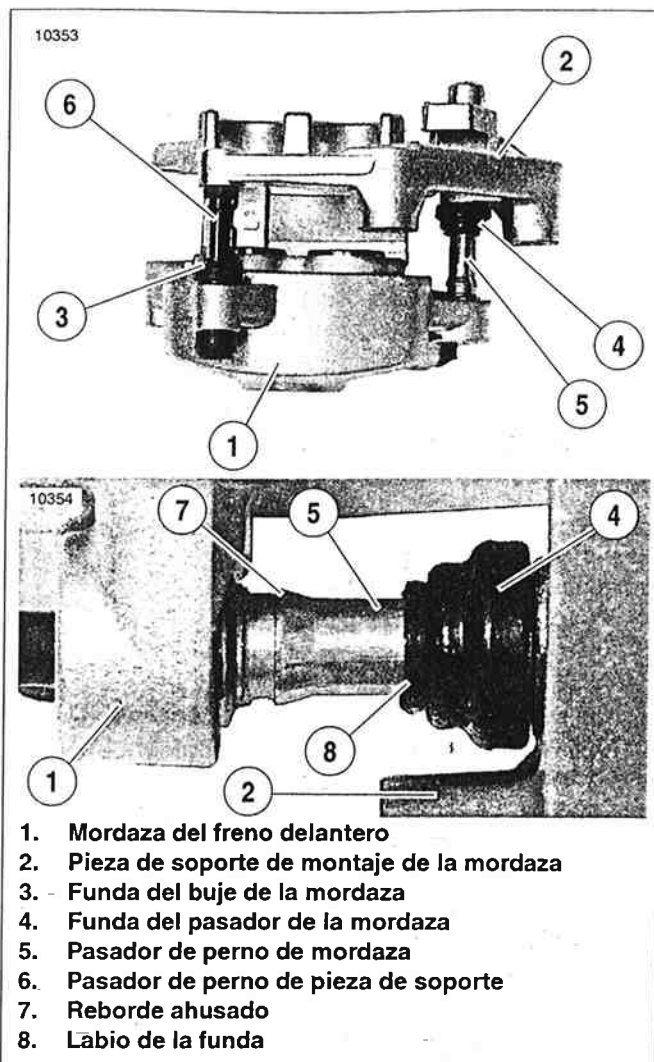

Figura 2-103. Armado de la mordaza del freno delantero y pieza de soporte de montaje
2. Vea la Figura 2-103. Aplique grasa para freno G40M dentro del labio de la funda (8) para evitar que se peguen las fundas (3, 4) y pasadores de pernos (5, 6).
3. Monte la mordaza del freno y pieza de soporte de montaje, cuidadosamente deslizando los pasadores de perno dentro de las fundas. Deslice la mordaza del freno completamente dentro de la pieza de soporte de montaje hasta que el labio de la funda encaje sobre los rebordes ahusados (7) de los pasadores del perno.